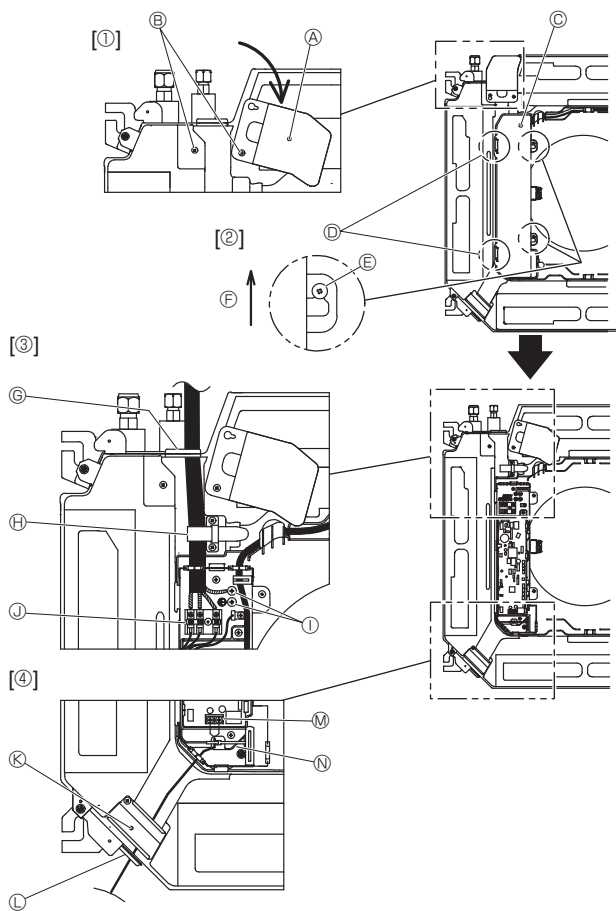
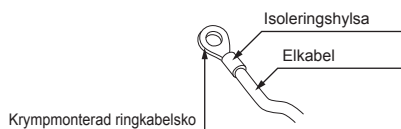
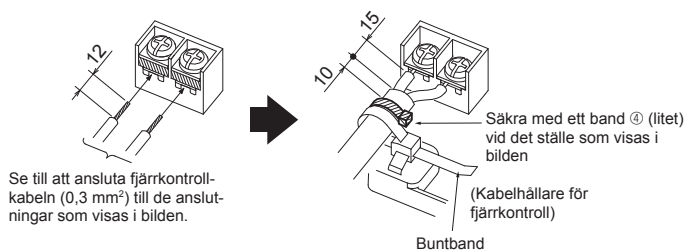

Fig. 6-1
Fig. 6-2
Fig. 6-3
6.1. Inomhusenhet (Fig. 6-1)
1. Lossa de två skruvar som håller servicepanelen för elektriska ledningar och vrid den. [Fig. 6-1 ①]
2. Lossa de två skruvar som håller eldosans lock och skjut av locket. [Fig. 6-1 ②]
3. Dra strömförsörjningskabeln, anslutningskabeln mellan inomhus- och utomhusenheten och jordkabeln genom respektive kabelgenomföring enligt schemat. [Fig. 6-1 ③] Anslut den mantlade delen av strömförsörjningskabeln och anslutningskabeln mellan inomhus- och utomhusenheten i elkompentlådan. Använd krymmonterade ringkabelskor för plintkortet för anslutning mellan inomhus- och utomhusenhet samt för uttagssatsen för strömförsörjning (tillval). [Fig. 6-2] Om det inte går att använda krymmonterade ringkabelskor, följ anvisningarna i Fig. 6-3 till 6-6. Se 6.1.1. och 6.1.2. för anslutning.
4. Dra fjärrkontrollens kabel genom ledningsöppningarna enligt schemat. [Fig. 6-1 ④, Fig. 6-3] Se 6.1.1. och 6.1.2. för anslutning.